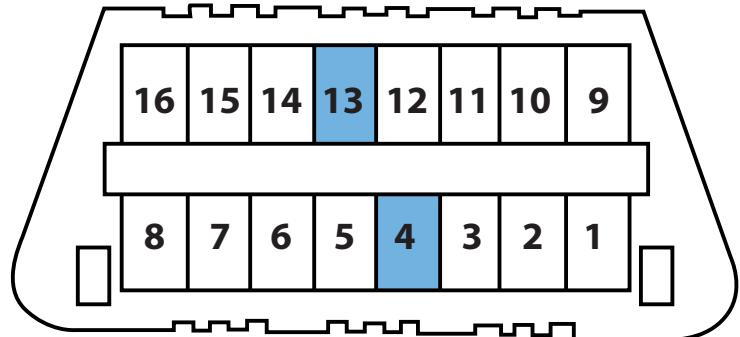

Fig. 2.
- Utilisez un fil de raccordement pour relier les bornes 4 et 13 de la prise de diagnostic OBD à 16 broches, comme indiqué sur la figure 2.
- Rebranchez le fil de raccordement comme indiqué précédemment dans la figure 2.